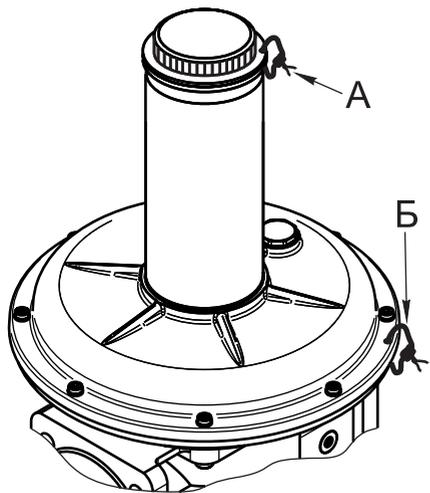

Рис. 8
4.10 Пломбировка (рис. 8).
4.10.2 Регулятор. Для пломбировки используйте проволоку диаметром 0,8 - 1,5 мм, которую необходимо протягивать через отверстия, расположенные в защитной пробке и плоскости соединения корпусных деталей (рис. 8, места А и Б). Пломбировка места Б произведена на заводе-изготовителе. Пломбировка места А осуществляется после настройки клапана на необходимое давление срабаты-